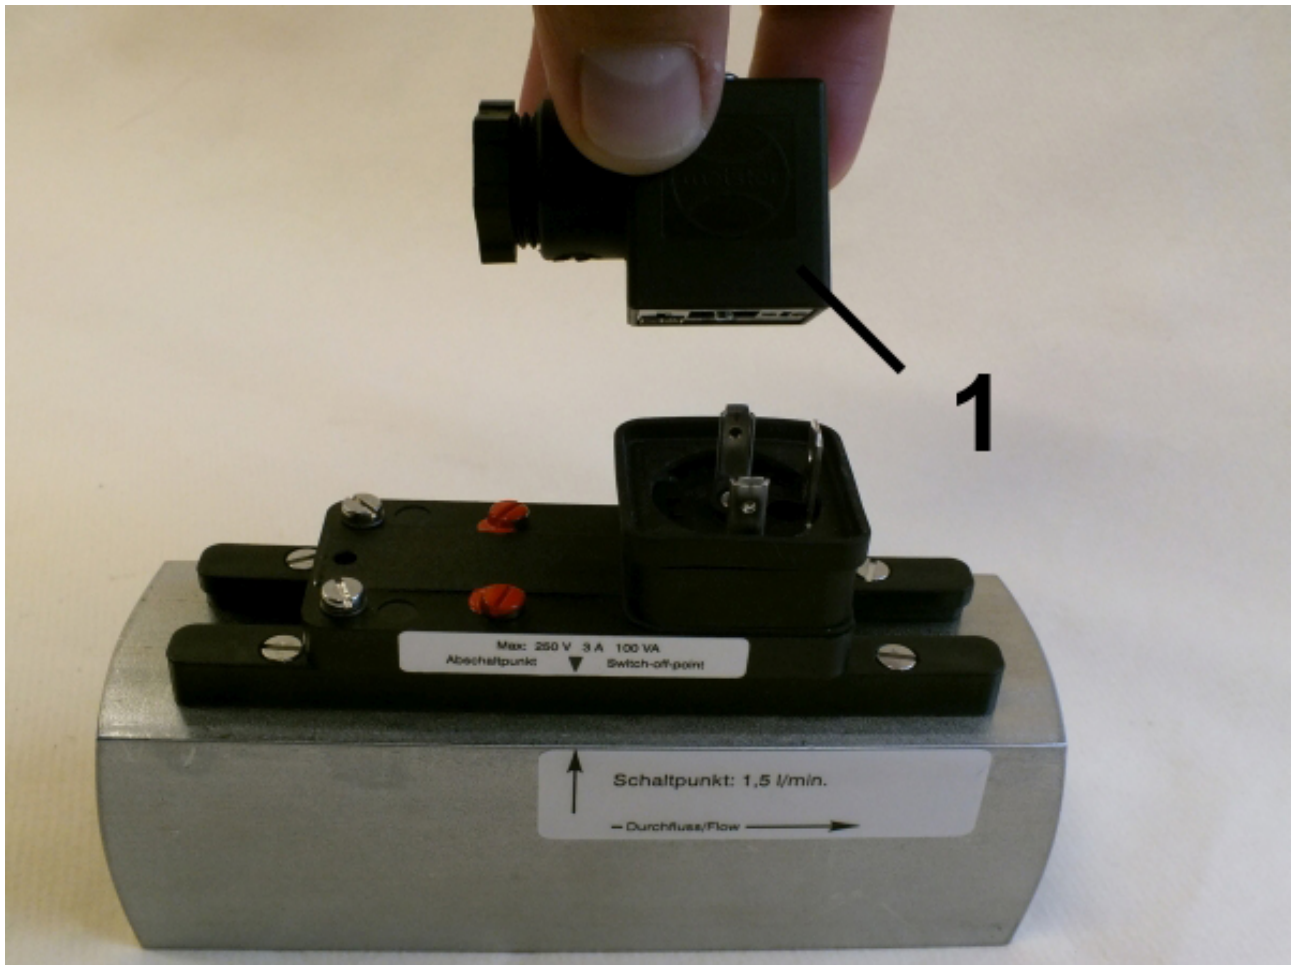

Abb. 28: Steckerdose abziehen
2. ➡ Ziehen Sie die Steckerdose (Abb. 28/1) ab